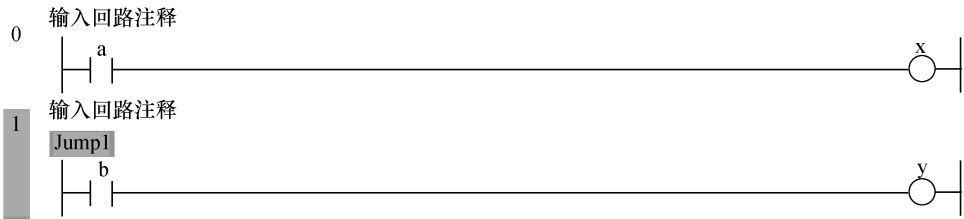

图 5-21 输入跳转标签名称
2) 输入跳转标签名称，如图 5-21 所示，目标回路 1 中的跳转标签名称为“Jump1”。